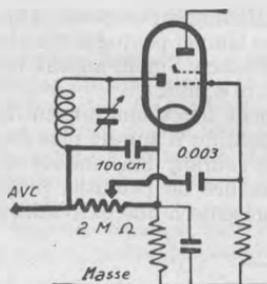

Fig. 33. — Antifading sur diode-tétrode, ou binode.
b) *Détection par diode-triode* (ou anciennes binodes ou ditétrodes). — Le schéma est celui de la figure 33.